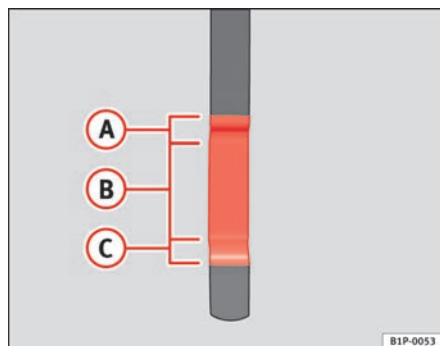

Fig. 139 Varilla de medición del nivel de aceite.
- A continuación, vuelva a extraerla y compruebe el nivel de aceite ⇒ fig. 139. En caso necesario, reponga aceite del motor.